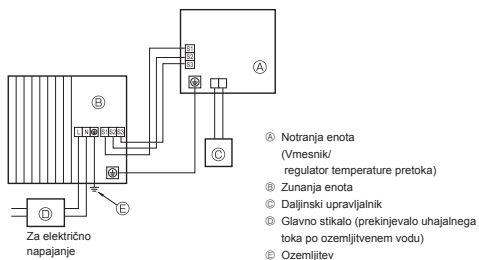
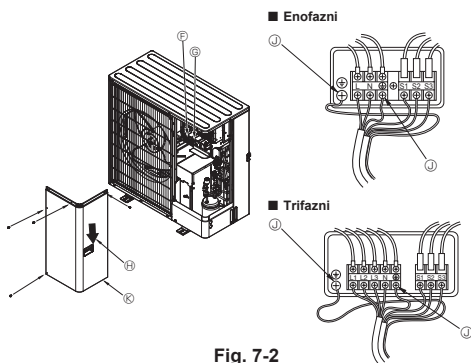

Fig. 7-1
Fig. 7-2
7.1. Zunanja enota (Fig. 7-1, Fig. 7-2)
- ① Odstranite servisno ploščo.
- ② Povežite kable, kot je prikazano na slikah Fig. 7-1 in Fig. 7-2.